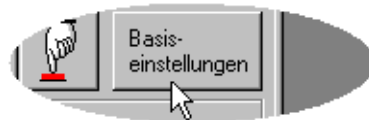

Abb. 7: Button Basiseinstellungen
- Betätigen Sie den Button "Basiseinstellungen" auf der Bildschirmseite "Verstärker" der Inbetriebnahme-Software DRIVExxx.exe (siehe Abb. 7).